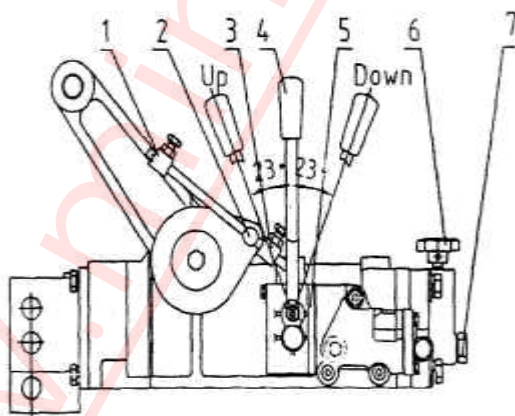

Рис.3. Гидравлический подъемник.
- а). Подъем и опускание сельскохозяйственного оборудования (смотрите Рис. 3). Переключите рычаг управления (4) вперед, и оборудование опустится вниз. Закрепите колодку ограничителя (1) так, чтобы штырь (2) только касался ее. Когда орудие опущено вниз на необходимую рабочую глубину, быстро оттяните рычаг (4) назад в нейтральное положение; таким образом, орудие будет удерживаться на заданной рабочей глубине.